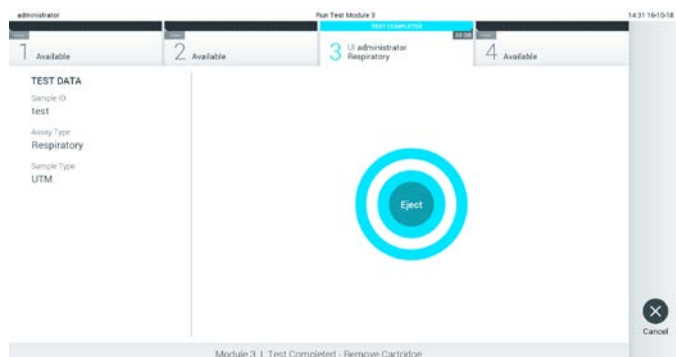

Figura 29. Apresentação do ecrã Eject (Ejetar).
10. Após a conclusão da execução do teste, é apresentado o ecrã Eject (Ejetar) (Figura 29, página seguinte). Prima  Eject (Ejetar) no ecrã tátil para remover o cartucho de ensaio QIAstat-Dx e eliminá-lo como resíduo biológico perigoso, em conformidade com todos os regulamentos e leis nacionais e locais em matéria de saúde e segurança.